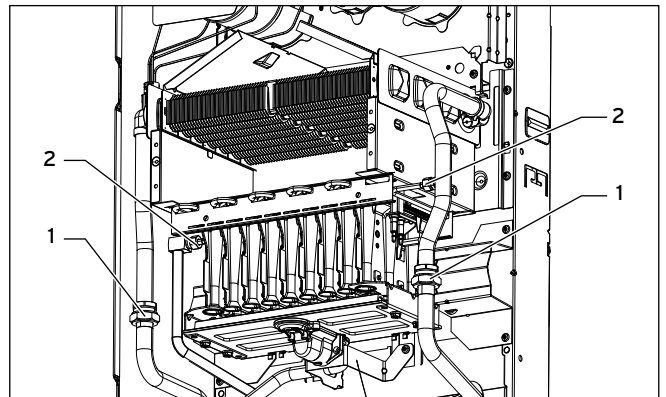

Abb. 8.4 Ausbau des Primär-Wärmetauschers (stärkere Verschmutzung)
- Lösen Sie die Verschraubung der Kühlrohre rechts und links am Brenner; siehe (2) in Abb. 8.4.
- Lösen Sie die 4 Schrauben der Brennerbefestigung am Rahmen (2).
- Ziehen Sie die Stecker an Zünd- und Überwachungselektroden ab (1).
- Lösen Sie die Schraube am Gasrohr (3).